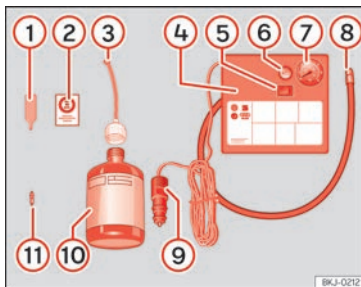

Abb. 200 Prinzipdarstellung: Bestandteile des Pannensets.
Das Pannenset befindet sich im Gepäckraum unter dem Bodenbelag. Es besteht aus folgenden Bestandteilen »» **(Abb. 200)**:
- Ventilkappe und Ventileinsatz vom Reifenventil abschrauben. Verwenden Sie den Ventileinsatzdreher »» **(Abb. 200)** ① zum Heraus-
- Reifenfüllflasche kräftig schütteln »» **(Abb. 200)** ⑩.
- Einfüllschlauch »» **(Abb. 200)** ③ auf die Reifenfüllflasche schrauben. Die Folie am Verschluss wird automatisch durchstoßen.
- Verschlussstopfen vom Einfüllschlauch »» **(Abb. 200)** ③ entfernen und das offene Schlauchende auf das Reifenventil schrauben.
- Ventileinsatz mit dem Ventileinsatzdreher »» **(Abb. 200)** ① wieder in das Reifenventil schrauben.
- Reifenfüllschlauch »» **(Abb. 200)** ⑧ des Luftkompressors fest auf das Reifenventil schrauben.
- Prüfen, ob die Luftablassschraube »» **(Abb. 200)** ⑥ zuge dreht ist.
- Kabelstecker »» **(Abb. 200)** ⑨ in eine 12-Volt-Steckdose des Fahrzeugs stecken »» **S. 194**.
- Luftkompressor mit dem EIN-/AUS-Schalter »» **(Abb. 200)** ⑤ einschalten.
• Kleben Sie den Aufkleber »» (Abb. 200) ② im Sichtfeld des Fahrers auf das Kombi-Instrument.
Schließen Sie den Reifenfüllschlauch »» (Abb. 200) ⑧ wieder an und lesen Sie den Reifenfülldruck an der Reifenfülldruckanzeige ⑦ ab.